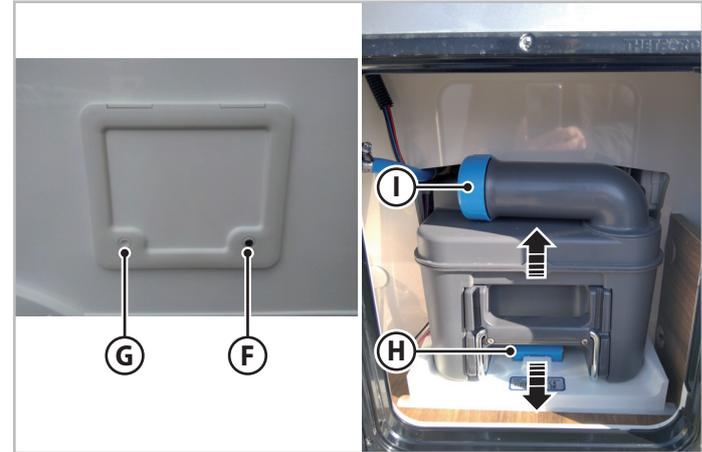

Fig. 6.45 - Vaciado del depósito del inodoro
2. Abra con la llave la cerradura (F - Fig.6.45) y luego retire la llave.
3. Pulse los botones G y F (Fig.6.45) y abra la tapa.
4. Ejercer una ligera presión hacia arriba en la manilla (H - Fig.6.45) y extraiga el depósito.
5. Retire el tapón (I - Fig.6.45) y pulse el botón de purga para vaciar el depósito.